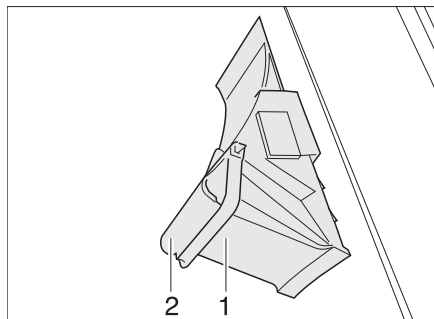

Fig. 16 Cuña de calzo
- Girar el estribo de sujeción (Fig. 16,2) hacia abajo.
- Sacar la cuña de calzo (Fig. 16,1) del soporte.